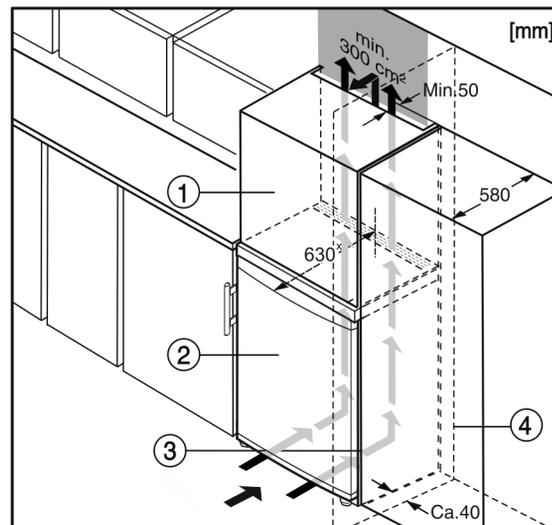

Fig. 6
Das Gerät kann mit der Kücheneinrichtung umbaut werden. Um das Gerät Fig. 6 (2) der Küchenzeilenhöhe anzugleichen, kann über dem Gerät ein entsprechender Aufsatzschrank Fig. 6 (1) angebracht werden.\*
Beim Umbau mit Küchenschränken (Tiefe max. 580 mm) kann das Gerät direkt neben dem Küchenschrank Fig. 6 (3) aufgestellt werden. Das Gerät steht seitlich 34 mm\* und in der Gerätemitte 50 mm\* gegenüber der Küchenschrankfront vor.\*
Wenn das Gerät mit den Scharnieren neben einer Wand Fig. 6 (4) aufgestellt wird, muss der Abstand zwischen Gerät und Wand mindestens 40 mm betragen. Dies entspricht dem Griffüberstand bei geöffneter Tür.